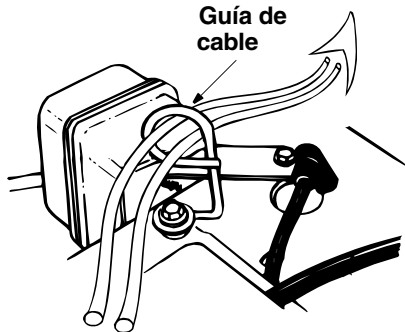

Figura 9
- Deslice los cables que se extienden desde el panel del mango a la canaleta dentro de la guía de cable ubicada al tope del motor. Vea la Figura 9.